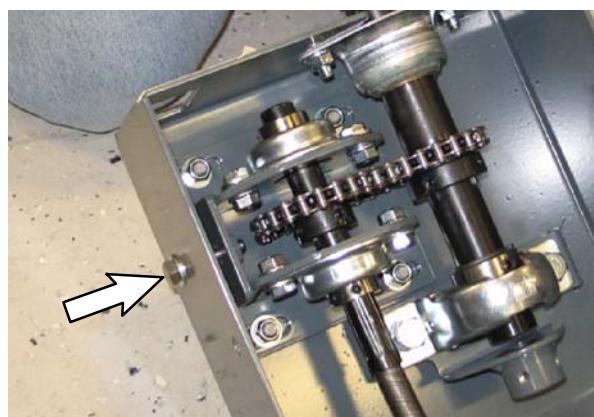

FIG. 25
21. **Modelli più recenti:** allentare l'hardware di tensione dello sterzo. (Fig. 25)